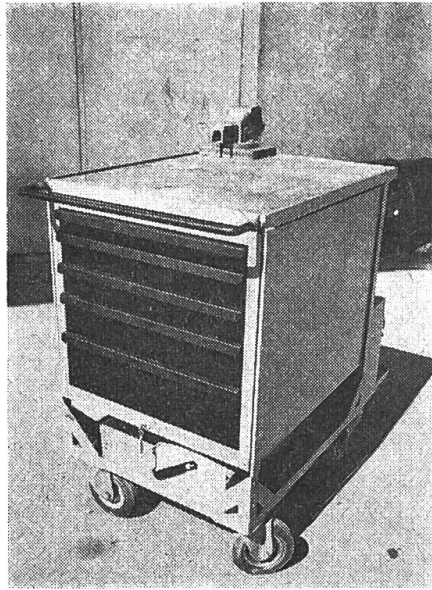

Abb. 19
4.3 Der **Werkstatt- oder Servicewagen** vereinigt die Vorteile der beiden Systeme 1 + 2 ohne deren Nachteile aufzuweisen (Abb. 19). Sein Nachteil ist der hohe Anschaffungspreis, wenn man ihn fertig kaufen will. Ein Eigenbau ist deshalb sehr zu empfehlen, zumal in diesem Fall alle Spezialwünsche des Benützers berücksichtigt werden können. Schubladenblöcke sind im Fachhandel in jeder gewünschten Art und Grösse erhältlich.